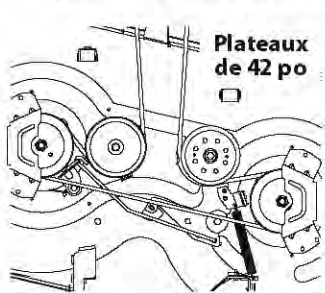
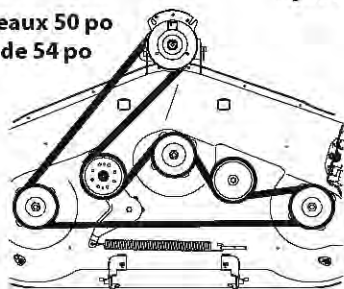

Figure 53
Figure 55
4. Placez la courroie neuve comme indiqué aux figures suivantes. Voir la Figure 53 pour les modèles dotés d'un plateau de coupe de 42 po, la Figure 53 pour les plateaux de 46 po et la Figure 55 pour ceux de 50 po et de 54 po.